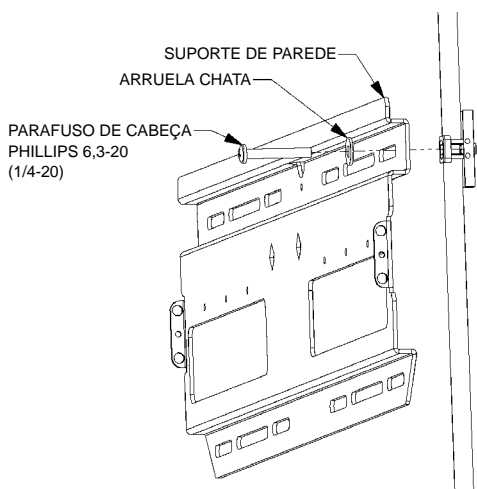

Figura 8.
7. Usando os parafusos de cabeça Phillips 6,3-20 (1/4-20) (110) e as arruelas chatas (50), prenda a base na parede (consulte a figura 8).